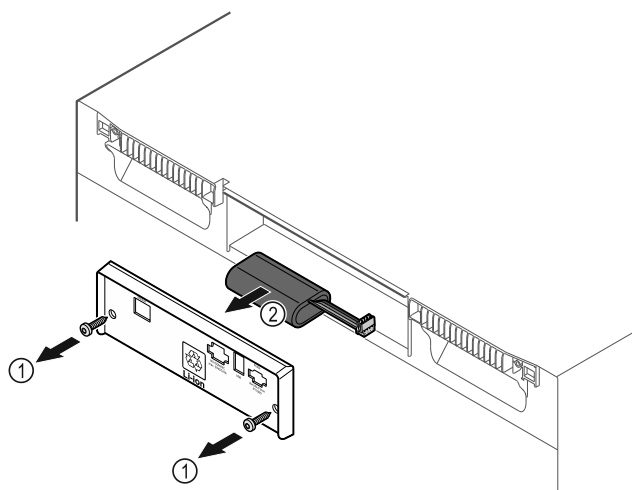

Fig. 147
- Schroeven eruit draaien en het afdekplaatje aan de achterkant van het apparaat verwijderen Fig. 147 (1).
- Batterij ontkoppelen en verwijderen Fig. 147 (2).